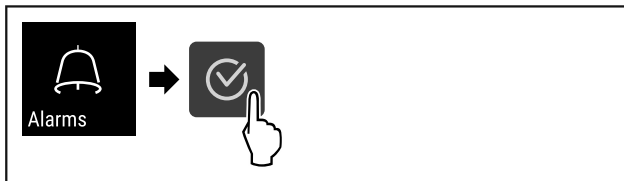

Fig. 135
- ▶ Εκτελέστε τα βήματα ενεργειών (βλέπε Fig. 135).